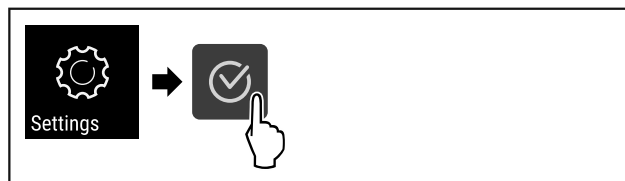

Fig. 60
- Suivre les étapes (voir Fig. 60) .